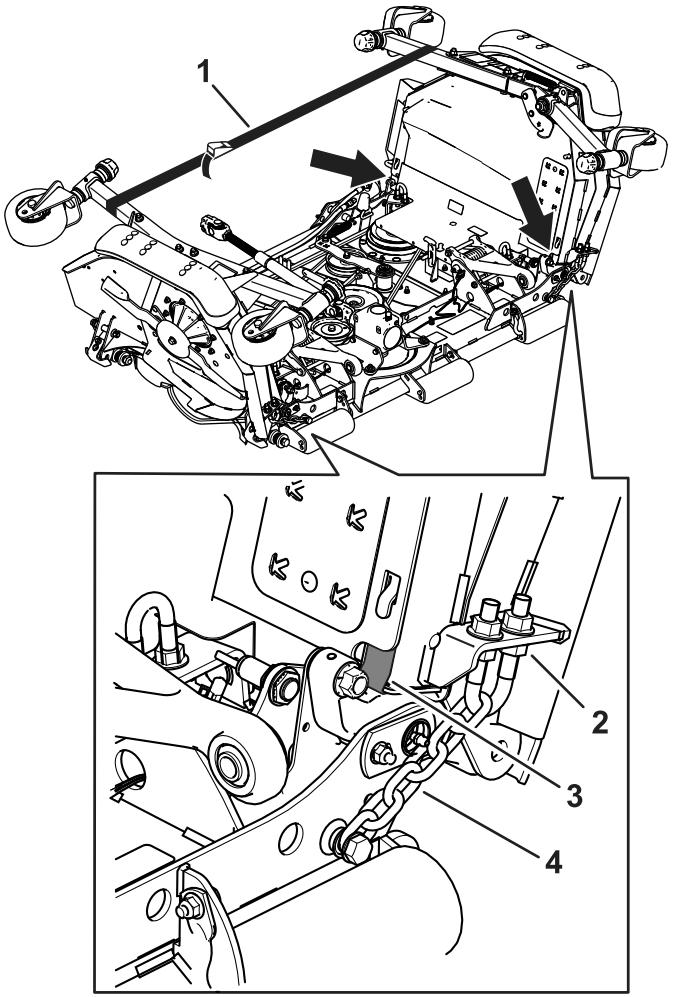

Figure 4
1. Desserrez la sangle utilisée pour l'expédition. Prévoyez suffisamment de place pour pour voir installer les cales (Figure 4).
4. Tendez les chaînes à l'avant et à l'arrière du plateau de coupe (Figure 4).